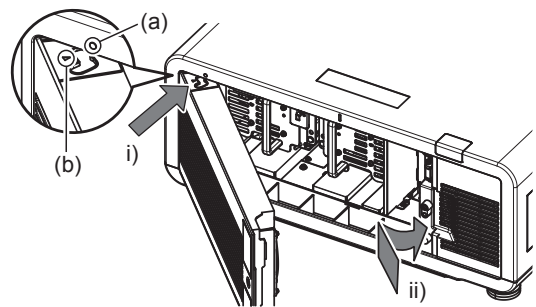

Fig. 2
4) Fissare il coprilampada. (Fig. 2)